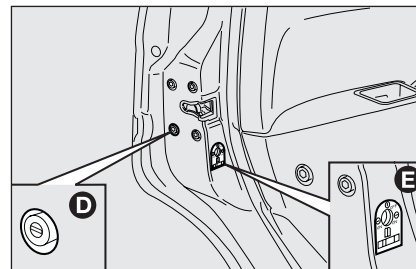

fig. 12
- inserimento dispositivo **D**-fig. 12 blocco apertura dall'esterno delle porte anteriori e posteriori quando l'impianto elettrico risulta non funzionante (es. batteria scarica);
- inserimento dispositivo di sicurezza bambini **E**-fig. 12 su porte posteriori.